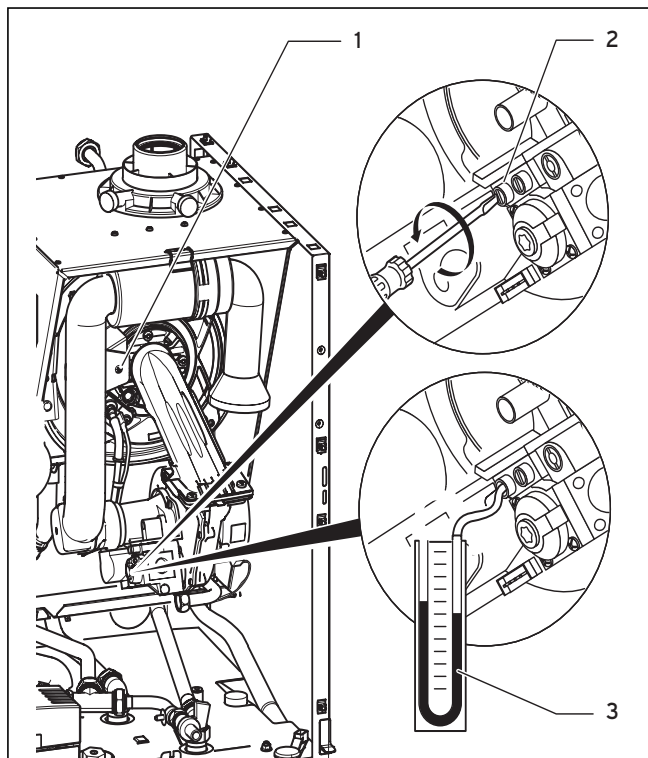

Abb. 7.5 Anschlussdruck (Gasfließdruck) messen
- Verschließen Sie den Messnippel (2, Abb. 7.5) mit der Dichtungsschraube.
- Klappen Sie das Luftansaugrohr hoch und befestigen Sie es wieder mit der Befestigungsschraube (1, Abb. 7.5).
- Verschließen Sie den Messnippel (**2**, Abb. 7.5) mit der Dichtungsschraube.
- Klappen Sie das Luftansaugrohr hoch und befestigen Sie es wieder mit der Befestigungsschraube (**1**, Abb. 7.5).